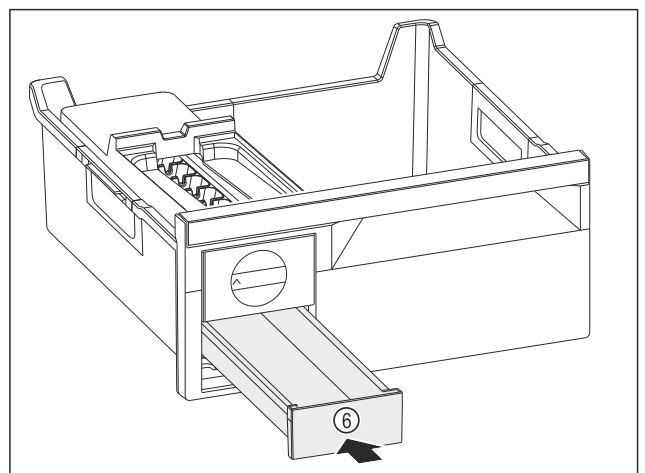

Fig. 126
- ▶ Tolja be a jégkockafiókot Fig. 126 (6).